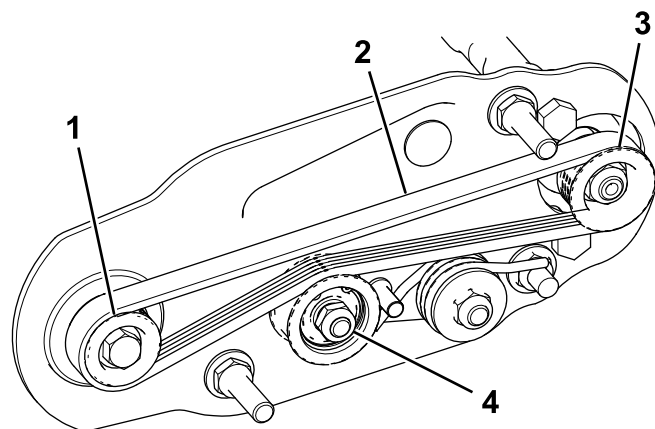

Figura 24
- A. Coloque la correa alrededor de la polea motriz y luego por encima de la polea tensora (Figura 24).
- B. Empiece a colocar la correa en la polea arrastrada (Figura 24).